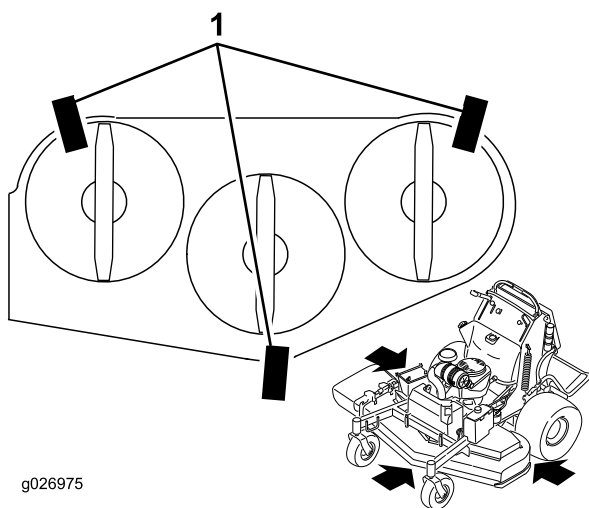

Figure 88
1. Placez 3 cales de 2 x 4 sous le tablier de coupe, comme montré à la Figure 88.